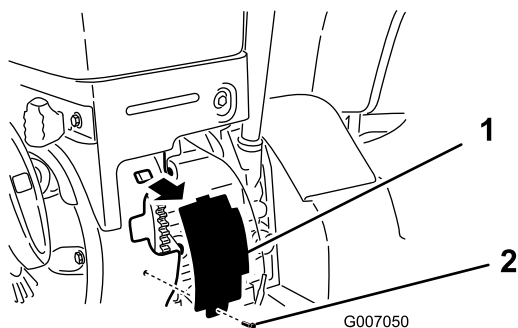

Figur 2
3. Monter den elektriske starter som vist (Figur 2) med to torxbolte fra posen med løse reservedele.
4. Monter starterskærmen ved at sætte tappet i åbningen og fastgøre den forinden med en 7 mm sekskantbolt fra posen med løse reservedele (Figur 2 og Figur 3).